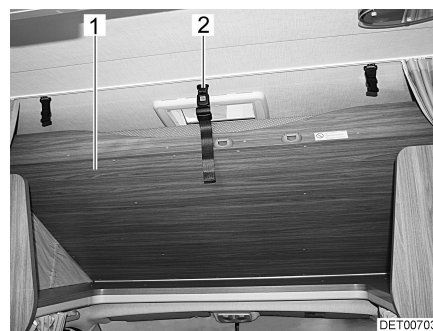

Fig. 34 Lit de capucine en position de marche
■ Pivoter le lit de capucine (Fig. 34,1) vers le haut et encastrer la sangle de retenue (Fig. 34,2) dans le support du toit.